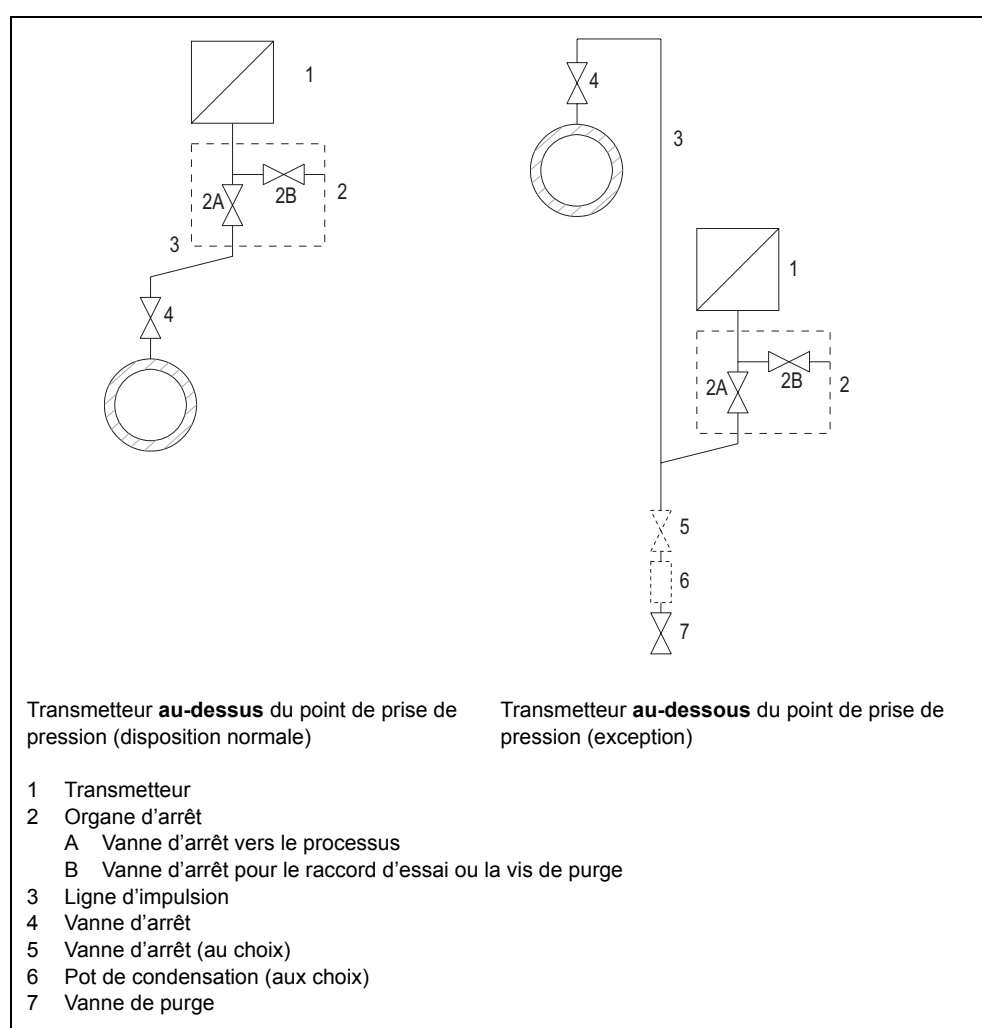

Figure 24 Mesure de gaz
1. Ouvrez la vanne d'arrêt (2B, Figure 24, p. 48)
2. Appliquez au transmetteur la pression qui correspond au début de mesure par le raccord d'essai de l'organe d'arrêt (2).
5. Ouvrez la vanne d'arrêt (4) sur la tubulure de prise de pression.